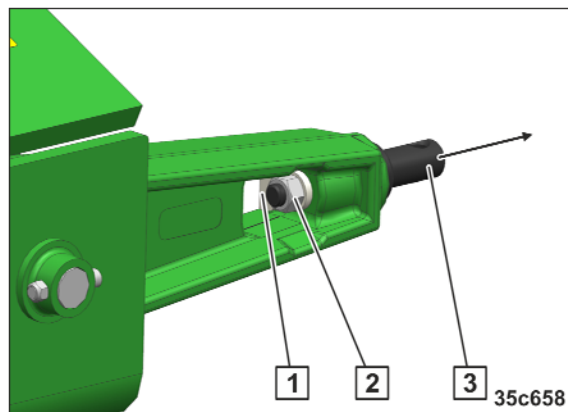

Fig. 113
1. Desfaceți și îndepărtați piulița (Fig. 113/2).
2. Îndepărtați tabla de siguranță (Fig. 113/1).
3. Îndepărtați pivotul barei de ghidare inferioare (Fig. 113/3).